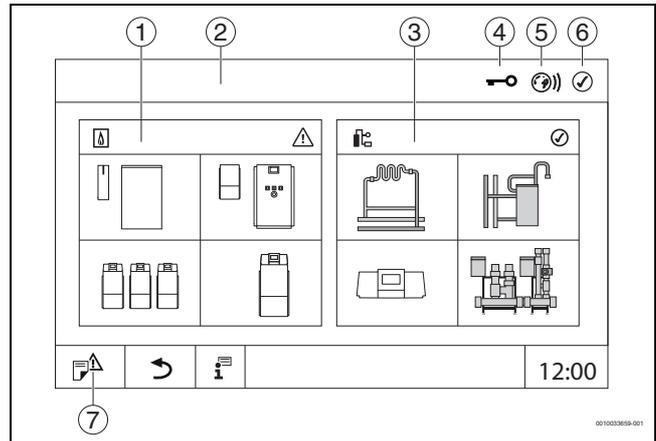

Fig. 8 Aperçu du système (exemple)
- ▶ Appuyer sur **Système** (→ figure 8, [3], page 16).